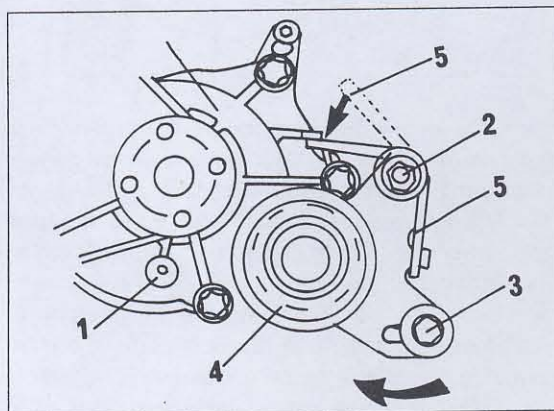

Bild 25
- Beim 2,0 und 2,4 Liter-Motor mit Schwingungsausgleichswellen unter Bezug auf Bild 25 die folgenden Arbeiten durchführen:
- Die Mutter (2) und die Schraube (3) des Riemenspanners lockern. Die Spannrolle jetzt gegen die Wasserpumpe (1) drücken. Die Schraube und die Mutter in dieser Stellung provisorisch festziehen, damit die Spannrolle nicht wieder zurückspringen kann. Den Steuerriemen danach abnehmen.